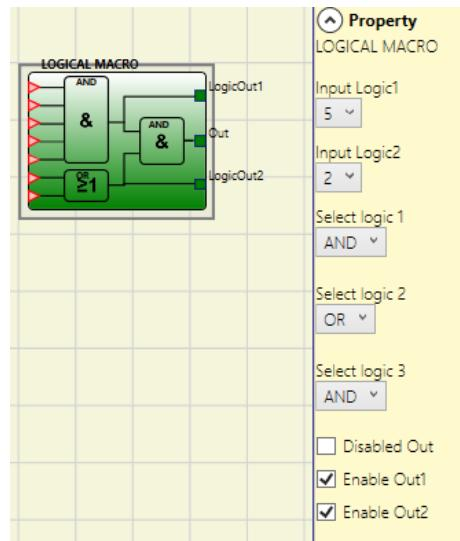

Figura 150: Macro lógica
*Enable Out1, Out2 (Activación salida1, salida2)*: al seleccionar esta opción es posible mostrar resultados intermedios (véase la Figura 150).